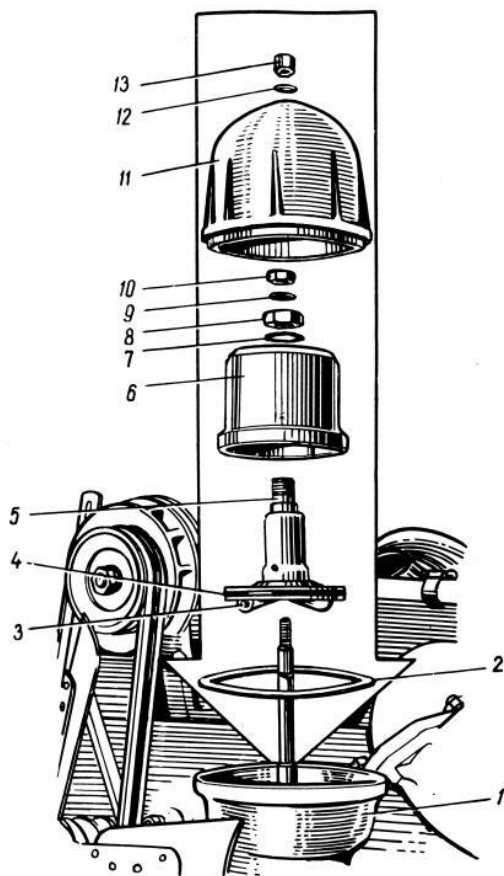

Рис. 15 Фильтр центробежной очистки масла:
2. Отвернуть гайку крепления ротора; снять ротор с упорной шайбой 9 (рис. 15).